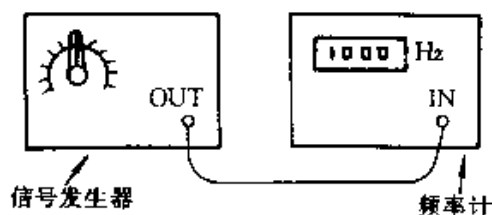

图 4-28
⑥ 将自制音频信号发生器的输出端接入频率计的输入端,以监测输出频率,如图 4-28 所示。转动频率细调电位器 RP_1 的旋钮,根据频率计的读数画出刻度线。音频信号发生器便制作完成了。